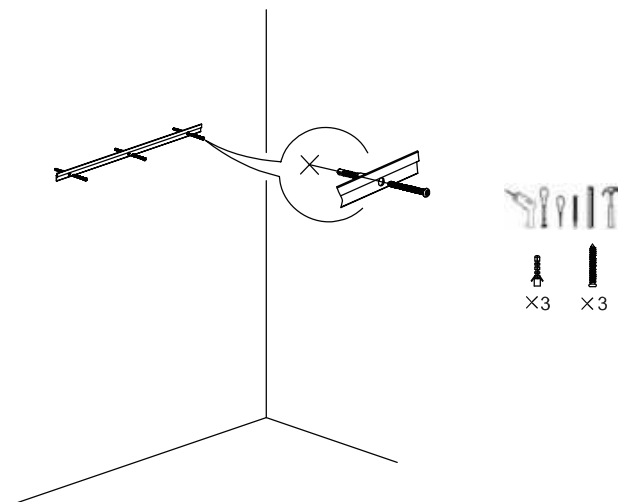

Fig. 2
1.4 Gebruik een hamer om de expansiepluggen in de gaten in de muur te tikken, draai vervolgens de schroeven vast met een schroevendraaier om de stang te bevestigen en kalibreer de waterpas met een waterpas (Fig. 2).